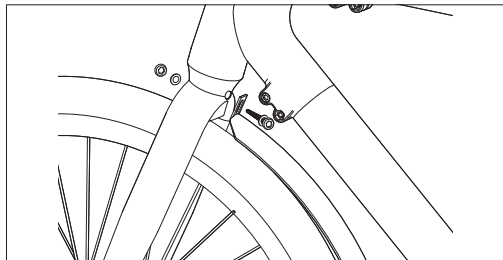

Figura 5-1
- Dopo aver allineato il parafango con il foro della vite, riavvita le viti di montaggio per fissarlo sulla forcella anteriore, come mostrato in [Figura 5-1].
- Allenta le quattro viti sulla copertura accanto al supporto inferiore in senso antiorario con una chiave Allen da 3 mm, poi rimuovi le viti e la copertura, come mostrato in (Figura 5-1).